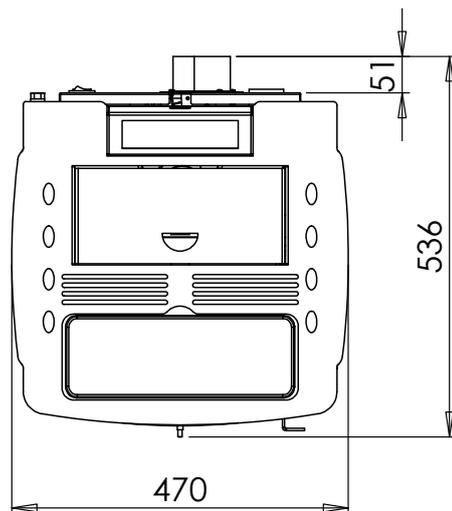

Fig. 4
En appuyant sur les touches + (1) et - (2) il est possible de régler la température, tandis que les touches + (6) et - (5) s'utilisent pour régler la puissance de fonctionnement. Pour éteindre l'hydropoêle, maintenir appuyée la touche . Pour remplacer la batterie de 3 volt, placée derrière la télécommande, tirez le centre et le levier sur le couvercle, remplacer la batterie en respectant la polarité (Fig. 4).